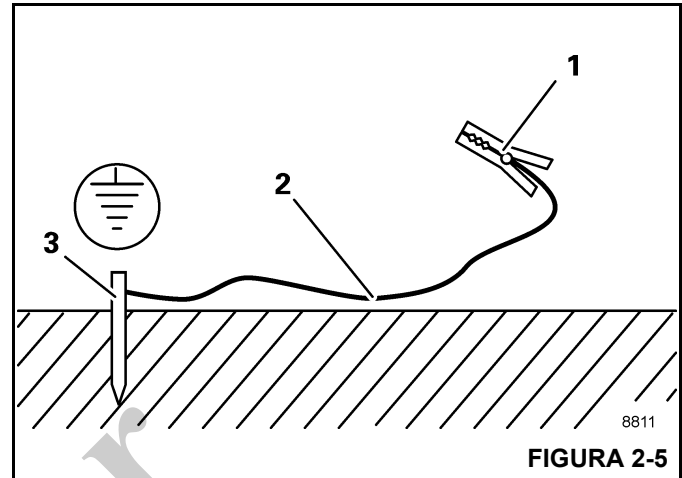

FIGURA 2-5
1. Entierre una varilla de metal (3, Figura 2-5) (de aproximadamente 2.0 m (6.6 pies) de largo) al menos 1.5 m (5 pies) en el suelo.
2. Humedezca la tierra alrededor de la varilla de metal (3) para obtener una mejor conductividad.
3. Sujete con abrazadera un cable aislado (2) a la varilla metálica (3), sección transversal de por lo menos 16 mm² (0.025 pulg²) (AWG 5).
4. Conecte el extremo libre del cable con una abrazadera (1) a un lugar del marco que sea buen conductor eléctrico.